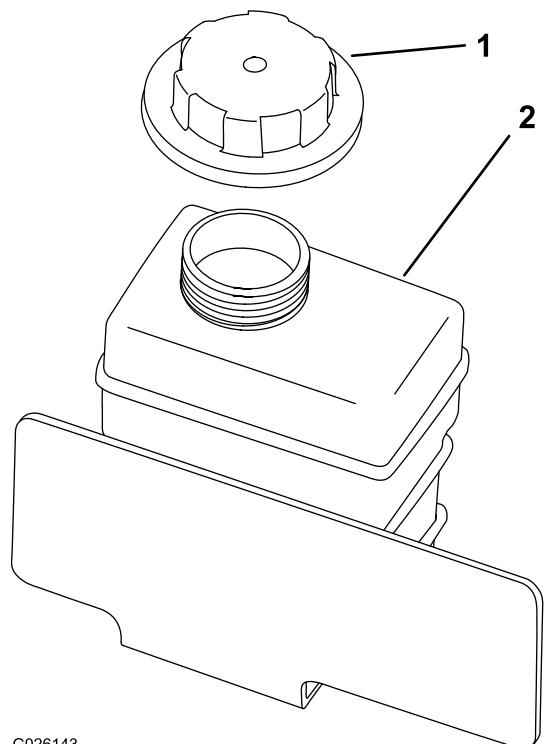

Figura 71
8. Llene lentamente el depósito auxiliar de refrigerante hasta que el nivel llegue al borde inferior del cuello de llenado (Figura 71).
9. Instale el tapón del depósito auxiliar (Figura 71).